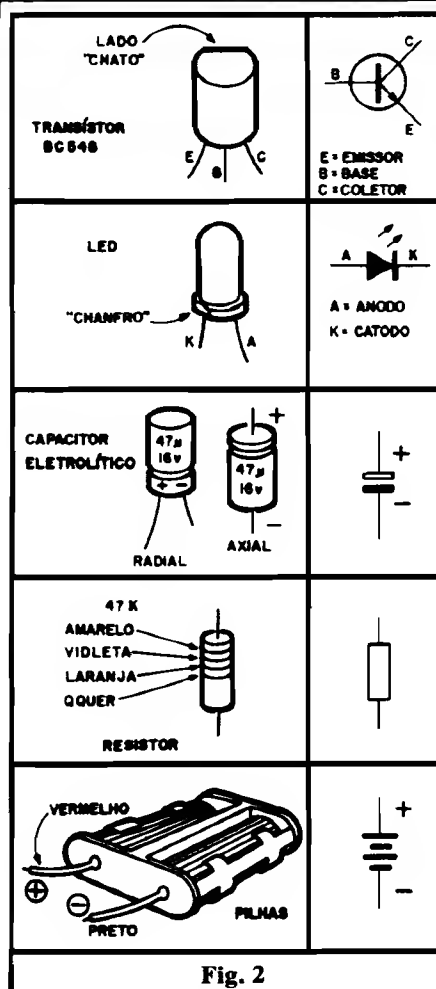

Fig. 2
- FIG. 2 - Componentes do circuito, mostrados em **aparência e símbolo**. Aqui o Leitor/Aluno já se depara com **novos** componentes: o